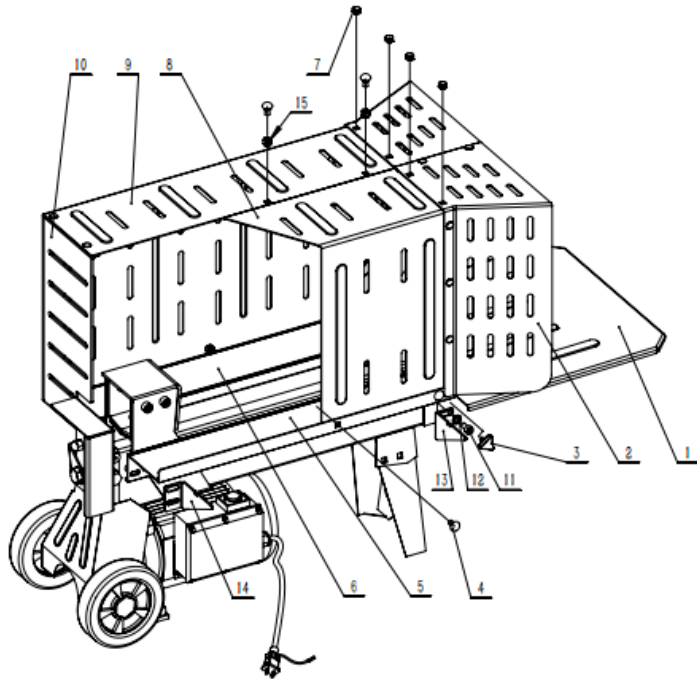

Abbildung 1
- Siehe Abbildung 1,2 und 3 zur Veranschaulichung.